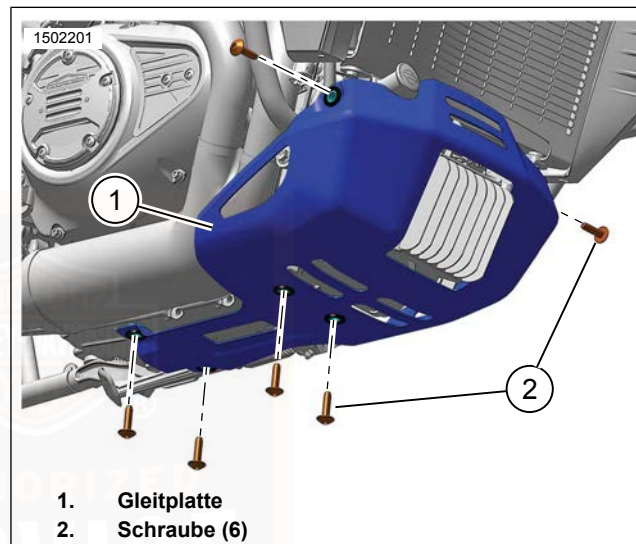

Abbildung 72. Einteilige Gleitplatte
1. Siehe Abbildung 72. Die Schrauben (2) entfernen.
2. Die Gleitplatte (1) abnehmen.
2. Siehe Abbildung 72. Die Gleitplatte positionieren.
3. Die Schrauben (2) anbringen. Festziehen.